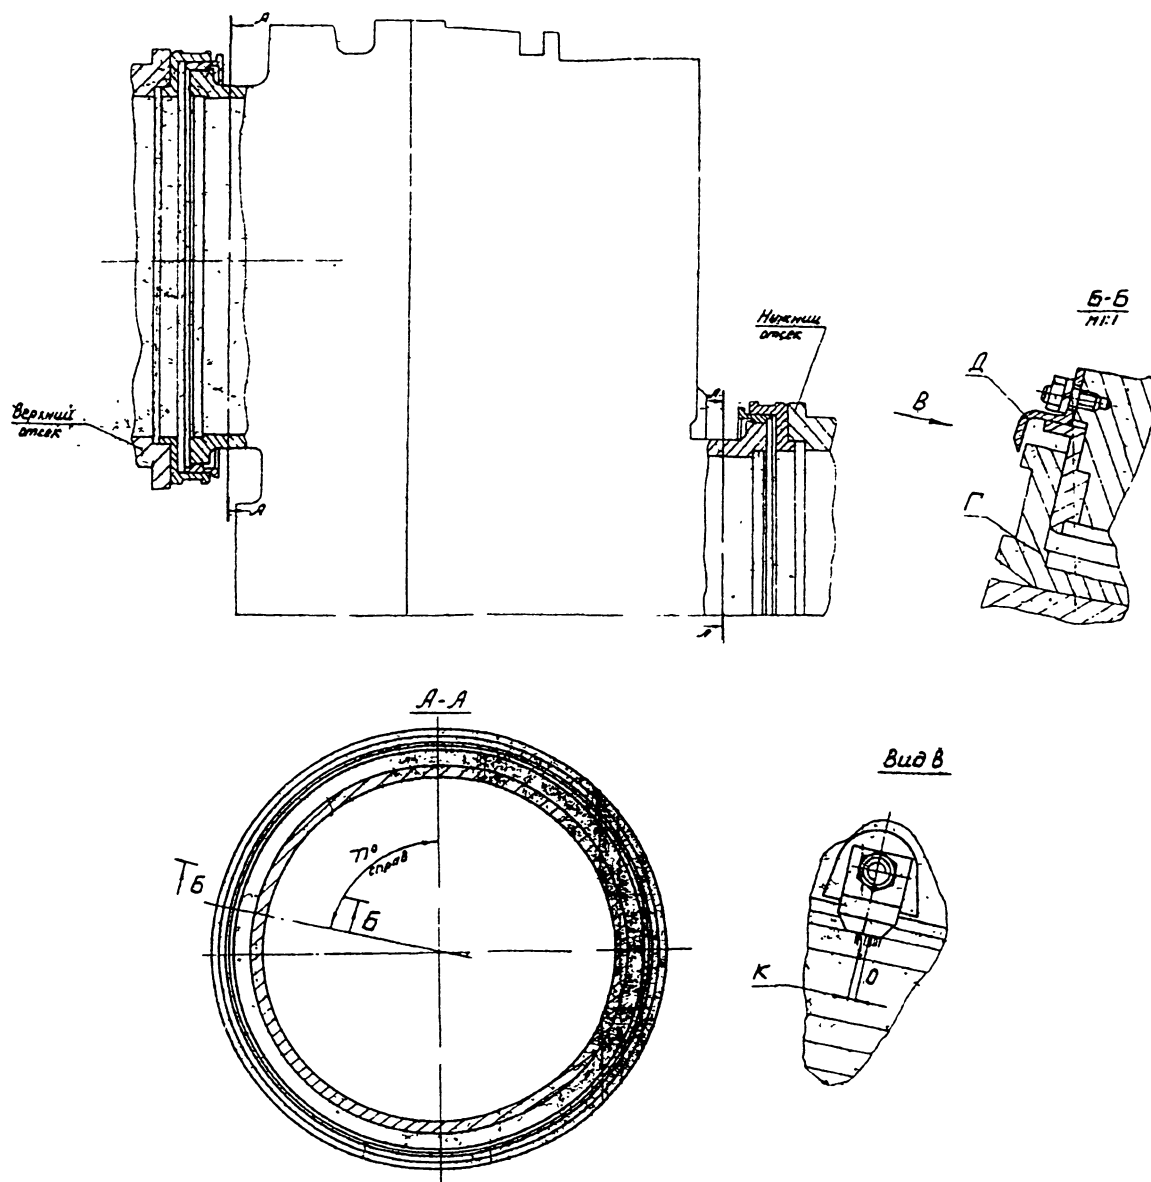

Рис.13
- размер «К» замеряемый от риски указателя, расположенного на главной передаче до риски «0», рис.13, расположенной на опоре отсека, определяющих разворот отсека относительно ГРП.